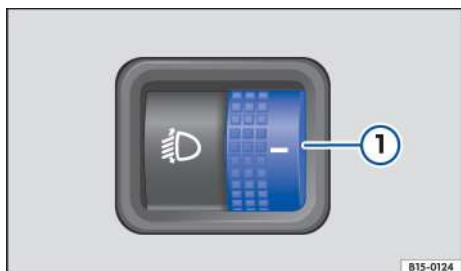

Рисунок 62. Рядом с рулевым колесом: регулятор ① регулировки дальности освещения фар
- Поверните регулировочное колесо Рисунок 62 ① в нужное положение (например, в зависимости от состояния загрузки автомобиля).